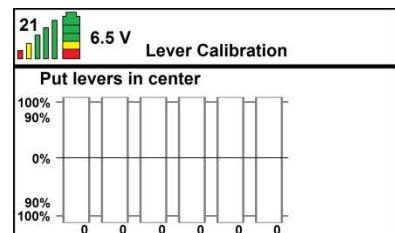

Abbildung 19
- Nach dem Drücken der Taste (✓) wird der nächste Bildschirm angezeigt: **Put levers in center**. Lassen Sie alle Hebel in der Mittelstellung und betätigen Sie die Hebel nicht (siehe *Abbildung 19*).